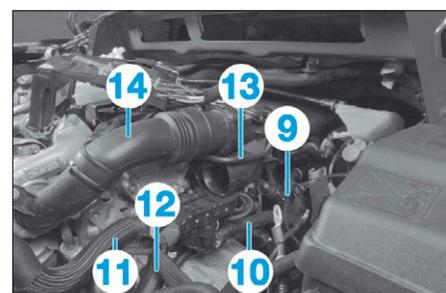

FIG. 101
- les durits de liquide de refroidissement (9), (10), (11), (12) (Fig.101),
- le tuyau à dépression (13).
- Déposer le conduit d'entrée d'air (14).